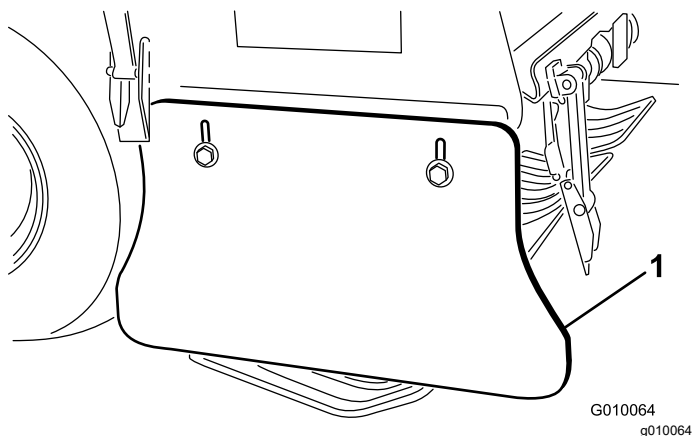

Figure 67
2. Desserrez les boulons et écrous qui fixent le déflecteur latéral au cadre (Figure 67).